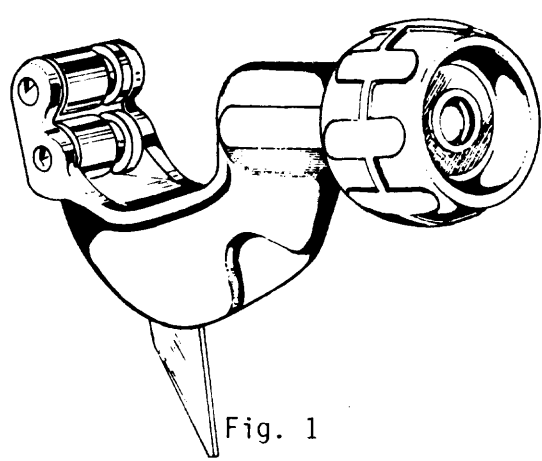

Fig. 1
*CORTATUBOS PARA DIÁMETRO PEQUEÑO (Fig. 1).*